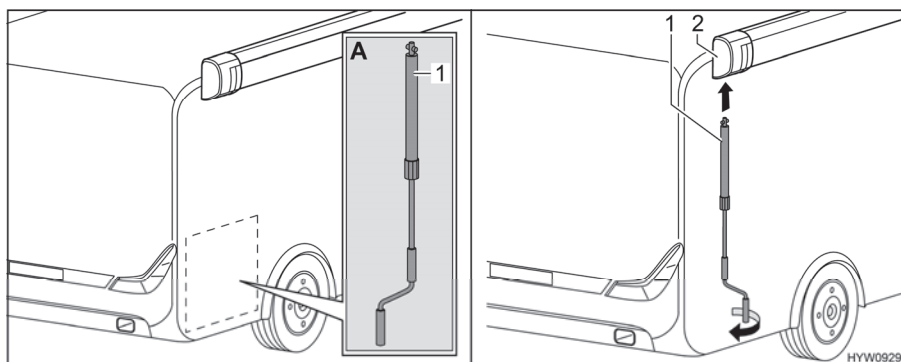

Fig. 49 Mettre la manivelle en place
- Retirer la manivelle (Fig. 49,1) de l'espace de rangement arrière (Fig. 49,A).
- Emboîter la manivelle dans la douille à baïonnette (Fig. 49,2) du store extérieur.